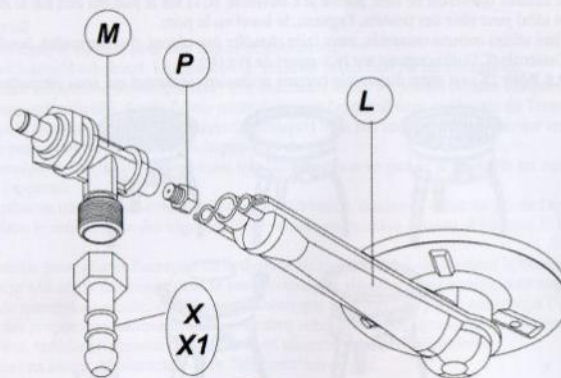

FIG. 6
- Si la flamme augmente de manière anormale, vérifiez tout d'abord que le Venturi (W) n'est pas bloqué (Voir Fig. 6). La flamme peut également prendre des proportions anormales si la nourriture cuisinée contient beaucoup de matière grasse et que la chaleur est trop élevée. Dans ce cas, réduisez l'intensité de la chaleur en ajustant le bouton de contrôle.